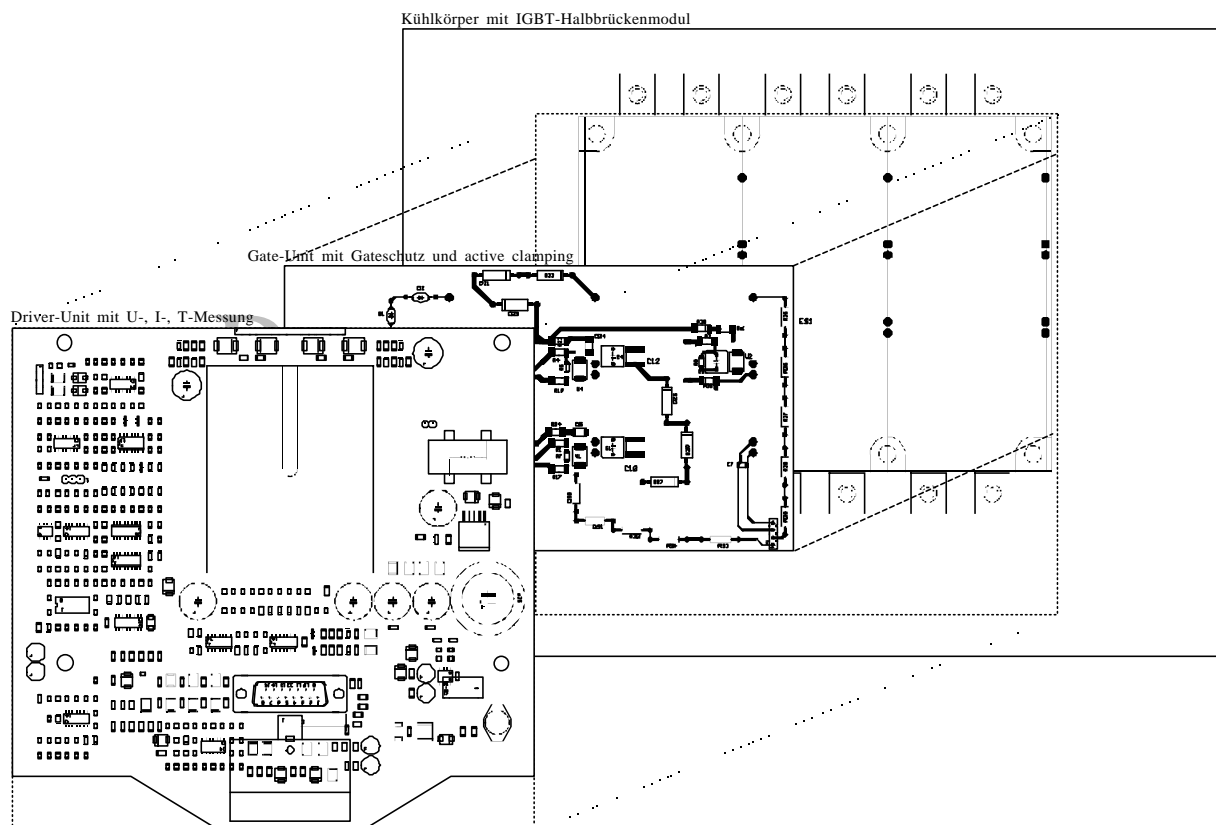

Abbildung 2: mechanischer Aufbau des HiPSwitch
Die Basis des HiPSwitch bildet das IGBT-Modul zusammen mit dem Kühlkörper. Auf das IGBT-Modul wird die an das IGBT-Modul angepasste Gate-Unit (GU) aufgebracht. Je nach IGBT-Modul (in Abbildung 2 ein Econo+ Modul der Fa. eupec) wird die GU aufgelötet oder geschraubt. Zwischen der GU und der Driver-Unit wird eine Schirmplatte (in der Abbildung 2 nicht dargestellt) montiert, die neben der Schirmfunktion die Anpassung der GU an die DU vornimmt. Als oberste Platine wird die DU montiert.